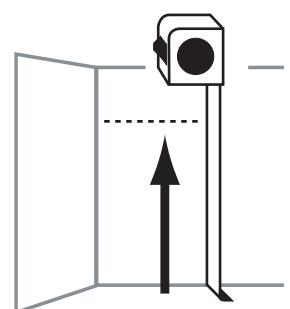

FIG. 1.0
Selon la configuration souhaitée, il peut être nécessaire de couper les tablettes et les barres de penderie sur mesure. Se reporter à la figure 1.0 pour les emplacements de coupe recommandés.
1. En utilisant les mesures de hauteur de la tablette **SUPÉRIEURE** (A), mesurer à partir du sol et marquer l'emplacement de la tablette supérieure sur la paroi arrière du placard. (Fig. 1.0)